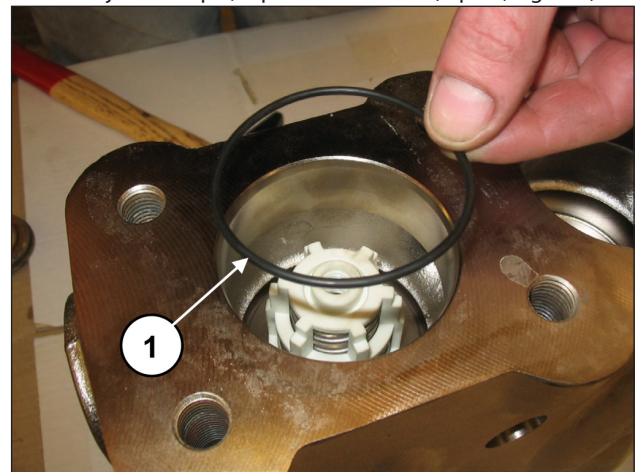

Fig. 127
Insérer le joint torique, rep. vue éclatée 17 (rep. ①, Fig. 127).